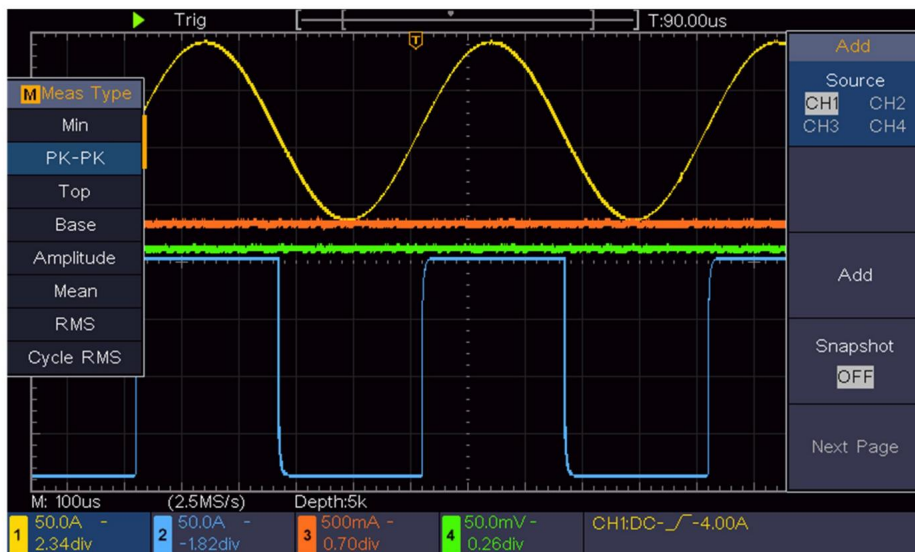

Figura 6-2 Forma d'onda della misurazione del guadagno
- (1)Premere il pulsante **Autoset** e l'oscilloscopio si regolerà automaticamente le forme d'onda dei due canali nello stato di visualizzazione corretto.
- (2)Premere il pulsante **Misura** per visualizzare il menu corretto.
- (3)Selezionare **CH1** nel menu a destra.
- (4)Nel menu Tipo a sinistra, ruotare la manopola **M** per selezionare **PK-PK**.
- (5)Nel menu di destra, seleziona **Aggiungi**. Viene aggiunto il tipo picco-picco di CH1.
- (6)Selezionare **CH2** nel menu a destra.
- (7)Nel menu di destra, seleziona **Aggiungi**. Viene aggiunto il tipo picco-picco di CH2.
- (8)Leggere le tensioni picco-picco del Canale 1 e del Canale 2 dal in basso a sinistra dello schermo (vedere *Figura 6-2* ).
- (9)Calcolare il guadagno dell'amplificatore con le seguenti formule.